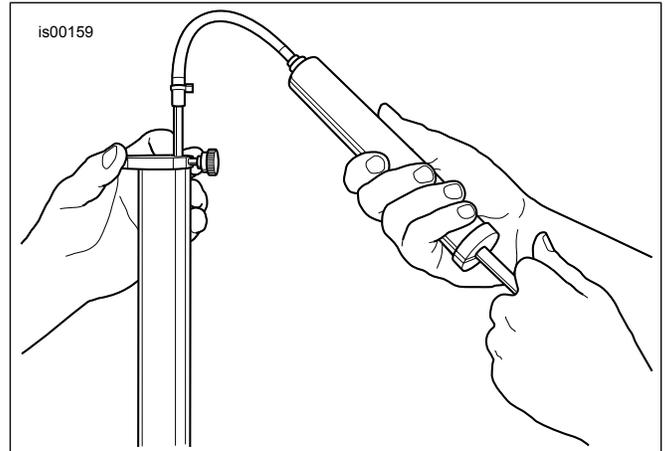

Figure 5. Retirer l'excédent d'huile de fourche
- d. Voir Figure 5. Insérer la tige dans le tube de fourche jusqu'à ce que l'anneau métallique repose à plat sur le bord du tube.